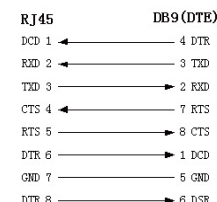

图 2
(2) 车载 DVR 取证主机的串口（为 RJ45 口时）同具有 DB9 孔型插头的 DTE 设备进行连接时，其对应关系如下面图 2 所示：